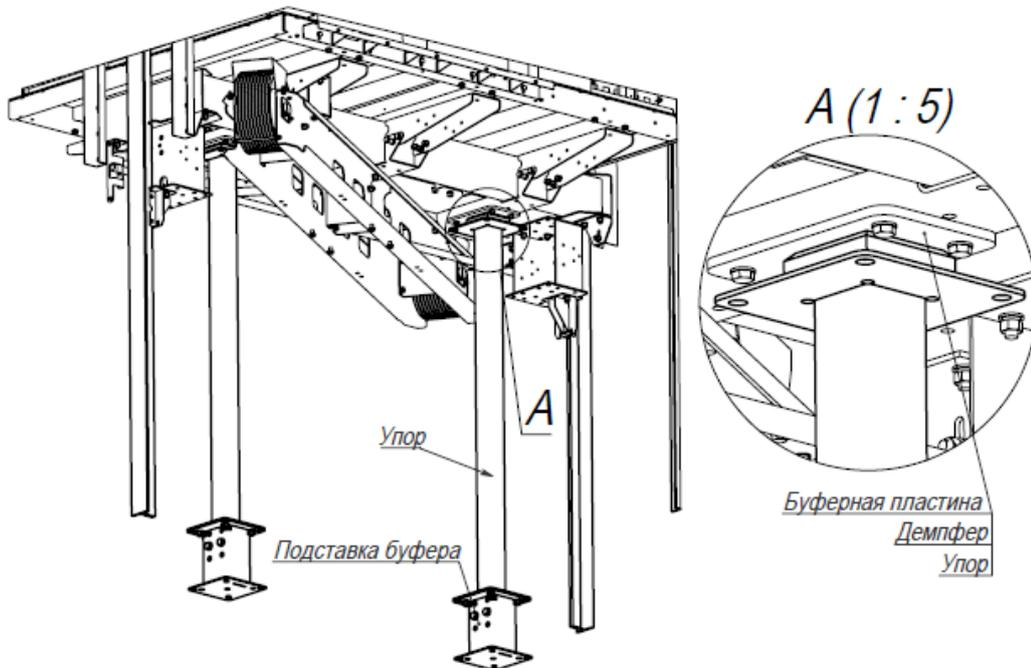

рис.4 Установка упоров
4. Установить упоры 20190117.000 (рис.4)\* .